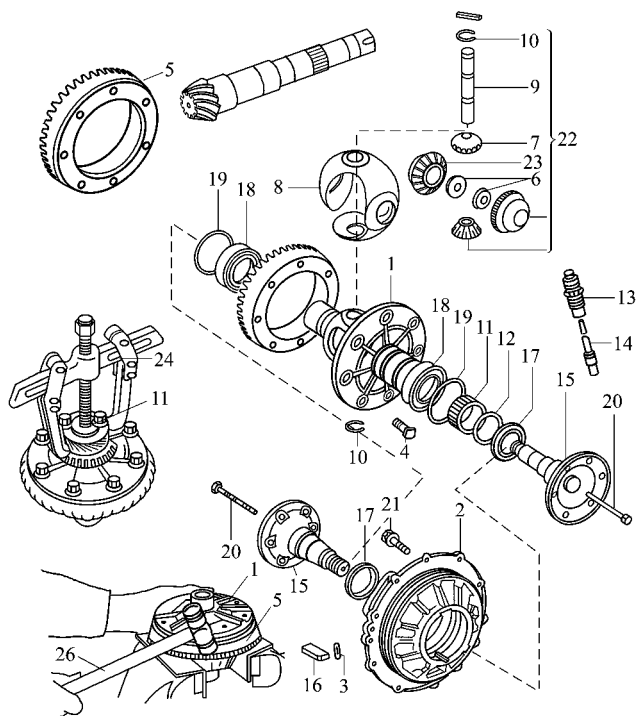

图 3 - 19 差速器的拆卸与分解
(2) 主减速器盖及变速器壳上轴承的拆卸 如图 3 - 20 所示 ,用工具 A 和 B 从主减速器盖 1 上拉出差速器轴承外圈 2(拉出差速器工作 ,尺寸范围在 46 ~ 56 mm) ,再从变速器壳 3 上用工具 A 和 B 拉出另一端的差速器轴承外圈 2。再从变速器壳 3 上用内拉出器 4、5 将输入轴中间滚针轴承 6 拉出。然后从变速器壳 3 上用工具 7 压出输入轴前油封座 8 和油封(可同时压出) 。最后从变